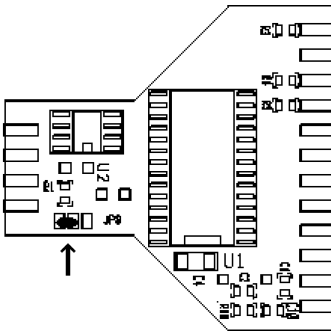
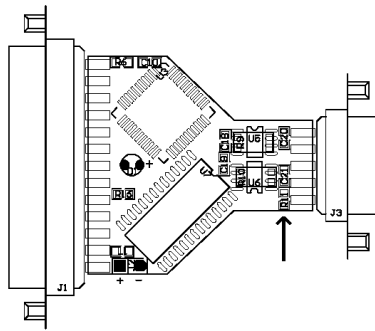

Abbildung 2:
Abbildung 3:
2. Löten Sie auf der PCAN-Dongle-Platine die Lötbrücke entsprechend der gewünschten Einstellung. Abbildung 2 und Abbildung 3 verdeutlichen die möglichen Positionen einer Lötbrücke.